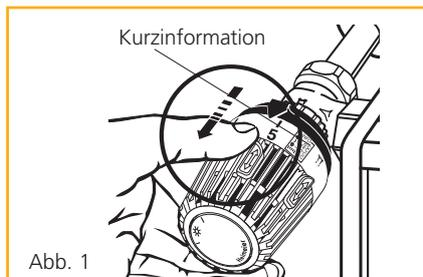
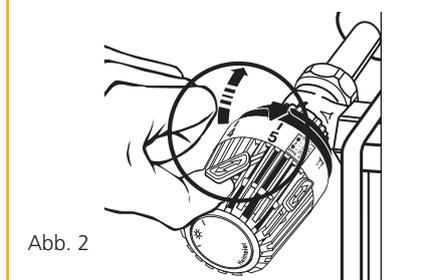
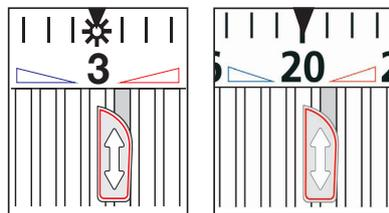

Abb. 1
Abb. 2
Abb. 3: roter Sparclip für obere Markierung/Begrenzung z. B. 20°C
Hierzu roten Sparclip mit dem Daumen bis zum Anschlag zurückziehen (Abb. 1), anheben und herausnehmen (Abb. 2). Der Thermostat-Kopf wird danach auf die gewünschte Temperatur eingestellt, z. B. Merzkahl 3 (20) \approx 20°C. Anschließend ist der rote Sparclip in
die Nut **rechts** neben Merzkahl 3 (20) einzusetzen (Abb. 3), vorzuschieben und danach mit dem Daumen bis zum Anschlag **zurückzuziehen**.
Hierzu blauen Sparclip mit dem Daumen bis zum Anschlag zurückziehen (Abb. 1), anheben und herausnehmen (Abb. 2). Der Thermostat-Kopf wird danach auf die gewünschte Temperatur eingestellt, z. B. Mondsymboll \approx 14°C. Anschließend ist der blaue Sparclip in
Hierzu roten Sparclip mit dem Daumen bis zum Anschlag zurückziehen (Abb. 1), anheben und herausnehmen (Abb. 2). Der Thermostat-Kopf wird danach auf die gewünschte Temperatur eingestellt, z. B. Merzkahl 3 (20) \approx 20°C. Anschließend ist der rote Sparclip in die Nut **rechts** neben Merzkahl 3 (20) einzusetzen (Abb. 3) und bis zum Anschlag **vorzuschieben**. Jetzt kann jede Ein-